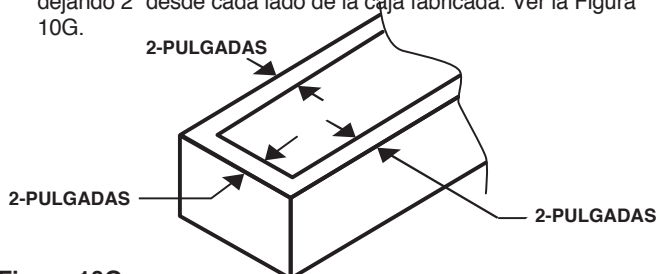

Figura 10G
10. Inserte la caja del calefactor en el centro de la caja fabricada dejando 2" desde cada lado de la caja fabricada. Ver la Figura 10G.